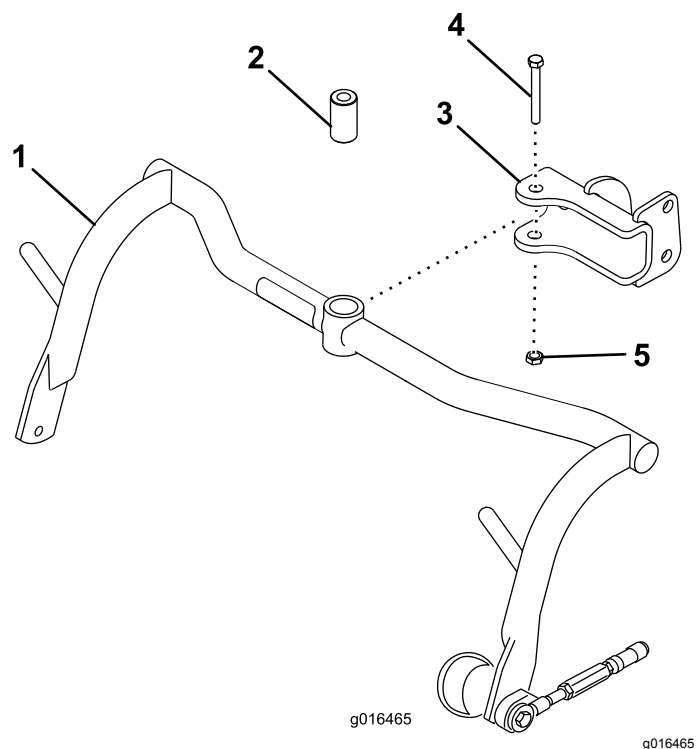

Figura 8
1. Monte un conjunto de bastidor de tiro en cada horquilla con un suplemento, un perno (1/2" x 3 1/4") y una contratuerca (1/2"); consulte la Figura 8. Apriete a entre 91 y 113 N·m.